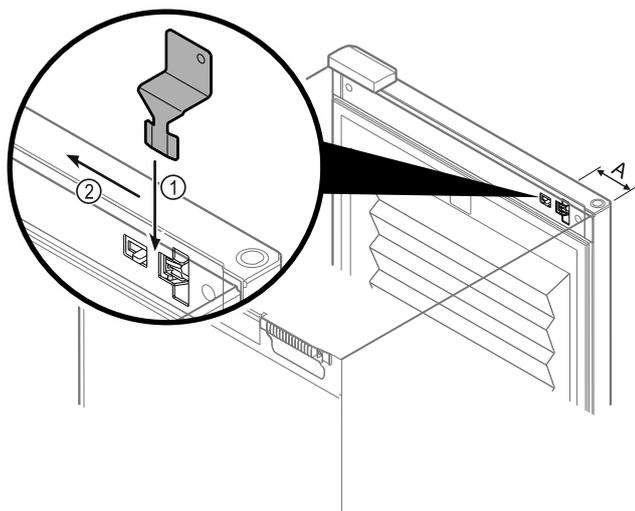

Fig. 146
- ▶ Posizionare la chiave di sblocco di emergenza nel punto specificato Fig. 146 (A) ~ 100 mm.
- ▶ Inserire la chiave di sblocco di emergenza tra la porta e il corpo dell'apparecchiatura dall'alto fino all'arresto Fig. 146 (1).
- ▶ Tirare la chiave di sblocco di emergenza verso il lato della cerniera Fig. 146 (2).